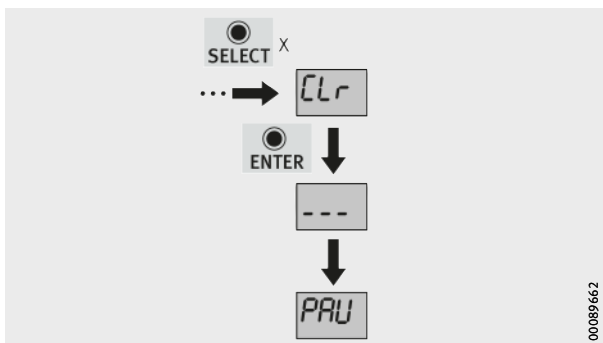

Bild 31
- So löschen Sie im Menü Pro anstehende Fehlermeldungen, *Bild 31*: